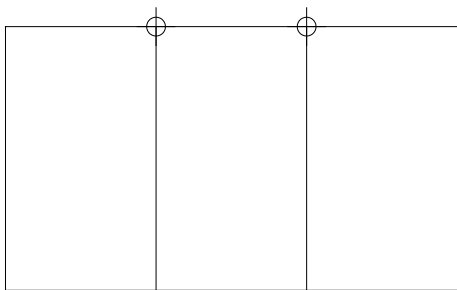

图3-23 绘制垂直线
- 03 单击“绘图”工具栏中的“直线”按钮, 以点为端点绘制垂直线，如图3-23所示。